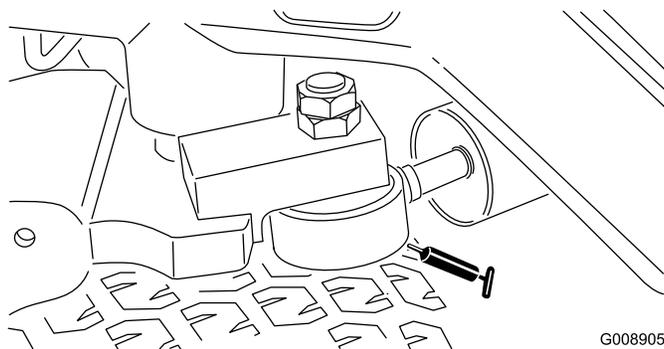

Figura 61
**Nota:** All'occorrenza potete montare un ingrassatore addizionale dall'altro lato del cilindro dello sterzo. Togliete il pneumatico, montate l'ingrassatore, lubrificatelo, togliete l'ingrassatore e montate il tappo (Figura 61).